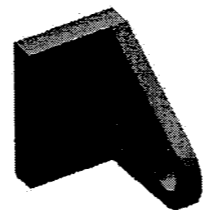
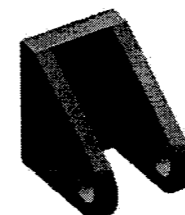

图6
图7
13. 将图6所示的立体变为图7所示的立体, 应该用哪一个特征命令? 【 】